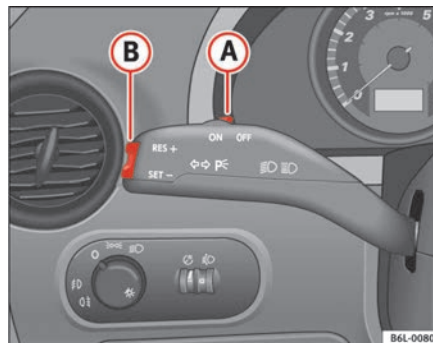

Abb. 106 Blinker- und Fernlichthebel; Schalter und Wippe für die Geschwindigkeitsregelanlage
- Schieben Sie den Schalter ⇒ Abb. 106 (A) nach links auf **ON**.